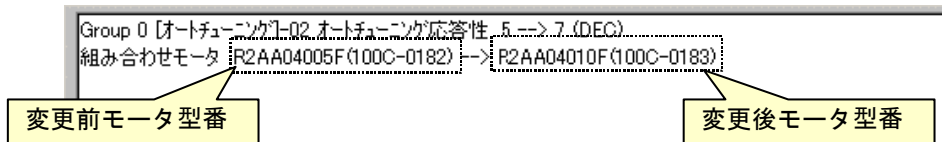

図 4-5 パラメータ変更履歴表示
- (4) サーボアンプへの書き込みが終了すると、パラメータ変更履歴画面に変更前後のモータ型名が表示されます。「図 4-5 パラメータ変更履歴表示」参照ください。